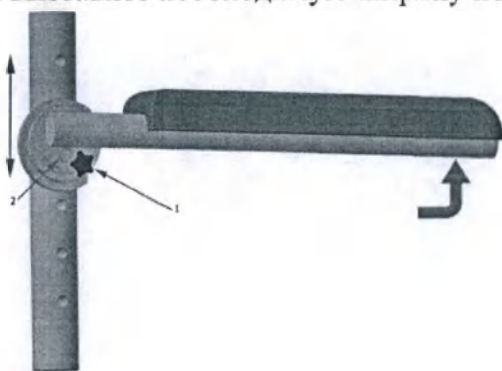
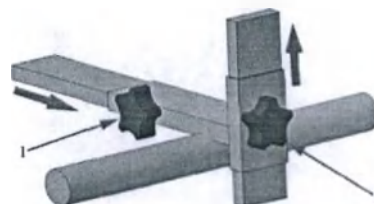

Рис.1.6
Рис.1.7
5.4.3 Кресла оснащены откидными подлокотниками, имеющими мягкие накладки на поручнях. Для откидывания подлокотника, отверните барашек (поз.1, рис.1.6) и поднимите переднюю часть подлокотника вверх. Для того чтобы выставить подлокотник по высоте отверните ключом болт и выставляйте его по отверстиям на раме. Для регулировки подлокотника по ширине ослабьте барашек (поз.1,рис. 1.7) и выставите необходимую ширину по стрелке. Затяните барашек.